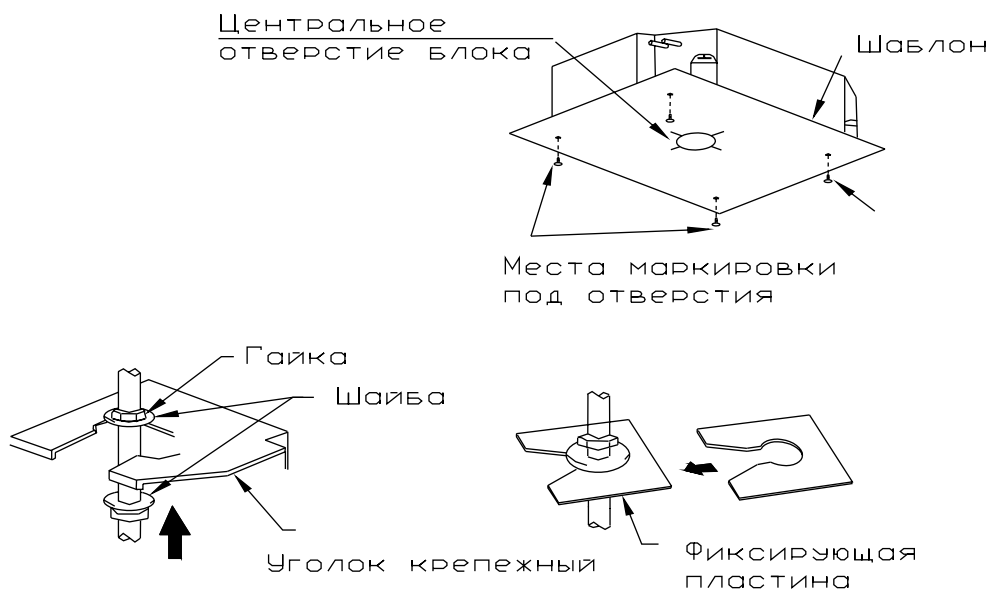

Рисунок 6.8 — Нанесение разметки на шаблоне и фиксация блока при установке
6.3.11 Порядок установки блока (см. рис. 6.8).